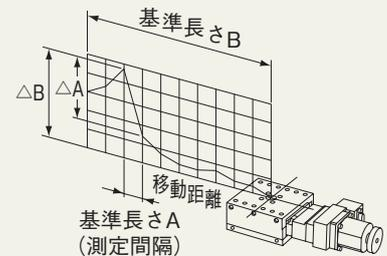

図3
①位置決め精度【図3】[JIS B 6191-1993 準拠]